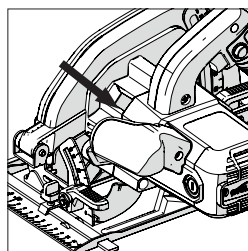

Fig. 3
- Localice el botón del seguro del eje de la máquina (que está situado de forma similar en todas las máquinas). Bloquee el eje de la máquina activando el botón del seguro del eje. (**Fig. 3**).